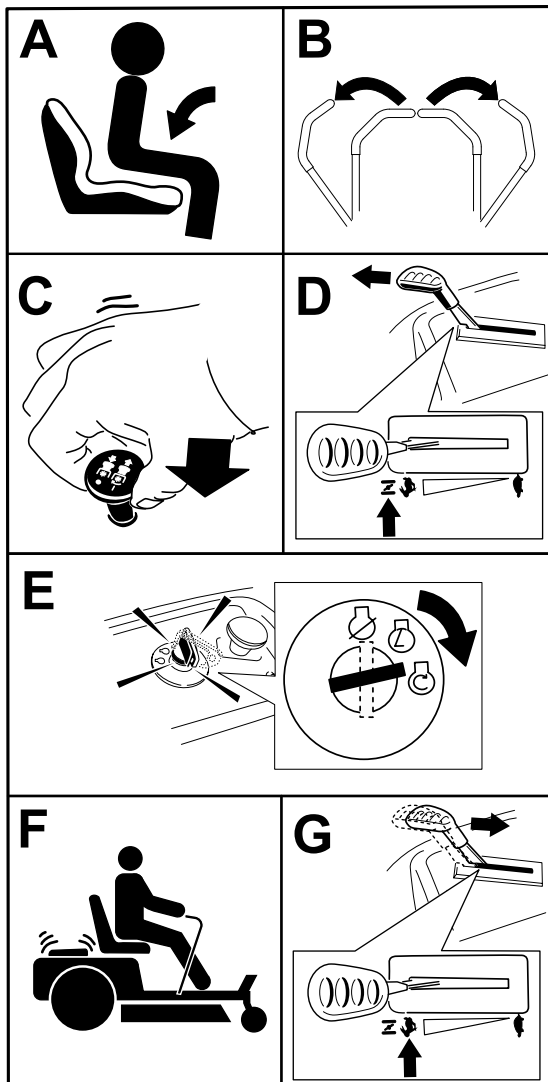

Bild 23
**Hinweis:** Zum Anlassen des Motors müssen Sie ggf. den Hebel gegen den Anschlag in der Choke-Stellung halten, während Sie den Motor anlassen (Bild 23).
1. Stellen Sie den Zapfwellenantriebsschalter in die AUS-Stellung, um die Messer auszukuppeln (Bild 23).